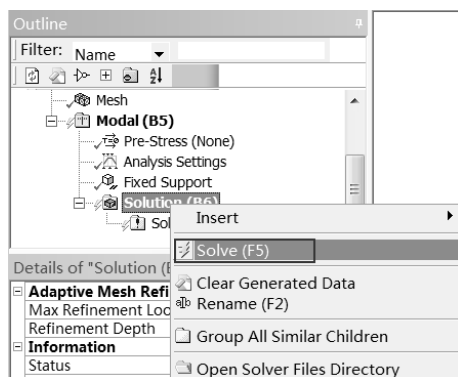

图 8-17 求解
Step4：在 Outline（分析树）中的 Modal（B5）选项上右击，在弹出的快捷菜单中选择 Solve 命令，此时会弹出进度显示条，表示正在求解，当求解完成后进度条自动消失，如图 8-17 所示。